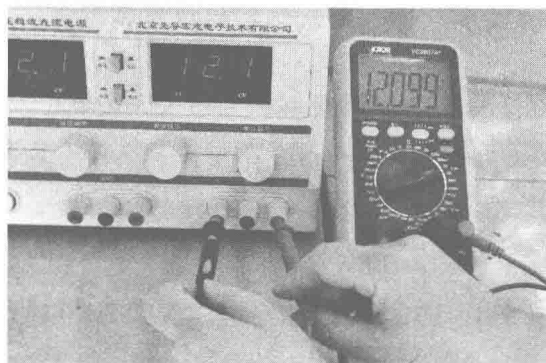

图 1-11 测量电压的示意图
- (1) 将黑表笔插入“COM”插孔，红表笔插入“V/Ω/Hz”插孔。
- (2) 将量程开关转至相应的 DCV 量程上。
- (3) 然后将测试表笔跨接在被测电路上，此时屏幕上显示的就是测量值。
- 如图 1-11 所示为测量电压的示意图。